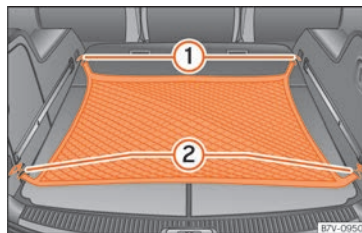

Abb. 149 Im Gepäckraum: eingehängtes Gepäcknetz.
- Haken des Gepäcknetzes in die Verzurrosen » Abb. 149 ① und ② einhängen.
- Haken des Gepäcknetzes aus den Verzurrosen » Abb. 149 ① vorsichtig aushaken.
- Haken des Gepäcknetzes aus den Verzurrosen » Abb. 149 ② vorsichtig aushaken.